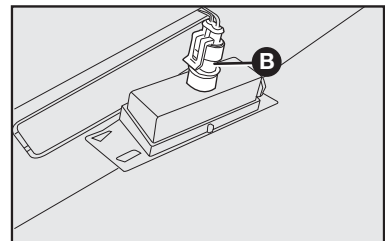

fig. 61
2) retirar la lámpara de su alojamiento **B-fig. 61** y sustituirla.